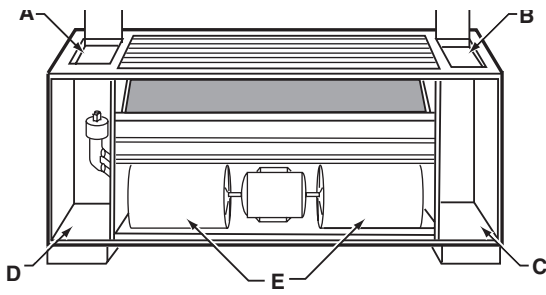

Fig. 3. Positions courantes dans une unité terminale.
1. Installer le thermostat pour la reprise d'air dans n'importe lequel des compartiments ou d'extrémité (A, B, C ou D) de l'unité. Voir la Fig. 3.
4. Monter le bulbe dans l'un ou l'autre des compartiments E. Voir la Fig. 3. Prendre garde de plier à angle aigu, de tortiller ou de pincer le tube capillaire de 914 mm (36 po).